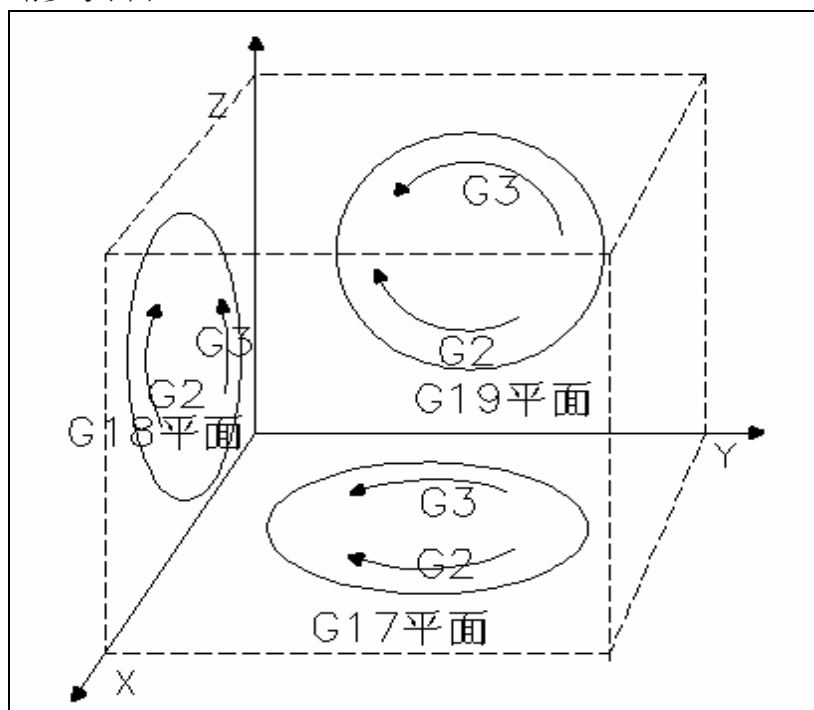

图 6-4 顺时针逆时针插补关系图
- (1) 当使用 G17 平面时，终点坐标中仅输入 X,Y 轴坐标；当使用 G18 平面时，终点坐标仅输入 X,Z 坐标；当使用 G19 平面时，终点坐标仅输入 Y,Z 坐标。
- (2) G02,G03 与 G00,G01,G33 同属 01 组 G 代码，当同一组其他模态指令执行时 G02,G03 将被取消。
- (3) G02 是顺时针插补；G03 是逆时针插补。有关顺逆时针在不同平面的判断，请参考下图 6-4：